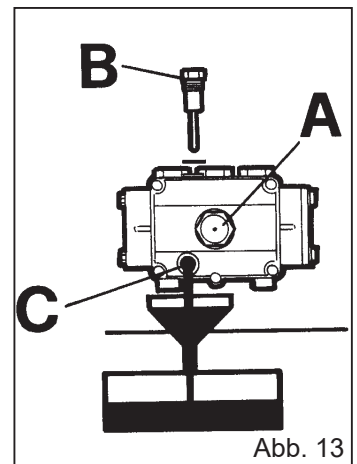

Abb. 13
**2)** Den Deckel mit dem Kontrollstab (Abb.13) aufdrehen.